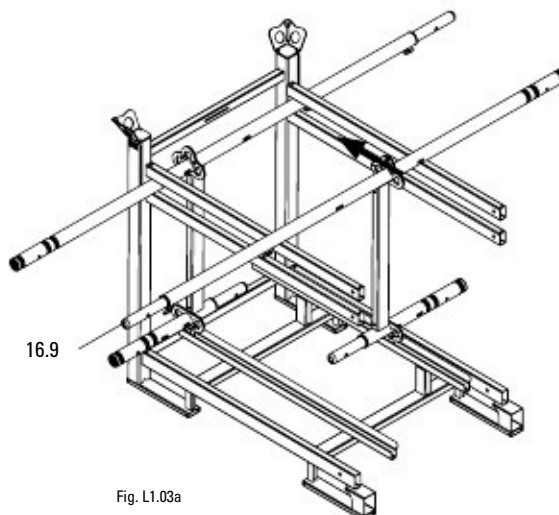

Fig. L1.03a
2. Поставете следващата Easy Frame EVF върху горната конзола, както и върху горната опорна шина и я избутайте назад. Пробката на Easy Frame (16.9) сочи наляво. (Fig. L1.03a)